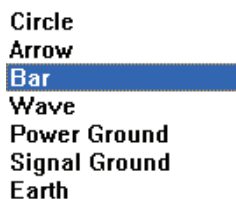

图 4-67 符号类型
- “Style” 下拉列表框：选择符号类型，单击该下拉列表，显示如图 4-67 所示的类型。